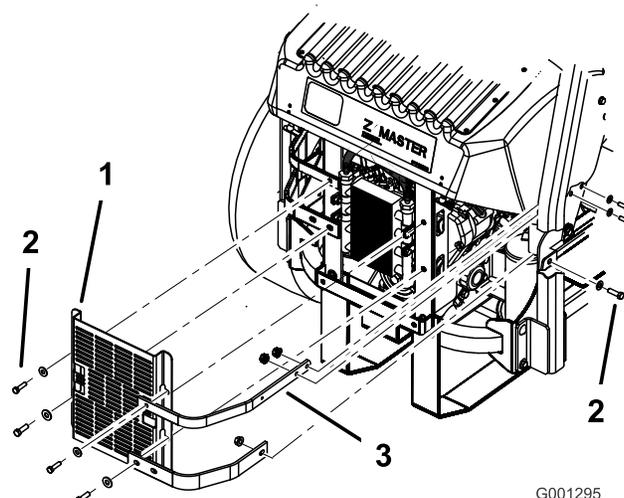

Figura 70
3. Togliete i quattro bulloni che fissano lo schermo del radiatore dell'olio al telaio posteriore, (Figura 70).
4. Togliete i tre bulloni che fissano le cinghie del motore alla fiancata della macchina (Figura 70).
12. Montate lo schermo del radiatore dell'olio e le cinghie del motore sul telaio posteriore, con i 4 bulloni precedentemente rimossi (Figura 70).
13. Montate le cinghie del motore sulla fiancata della macchina (Figura 70).